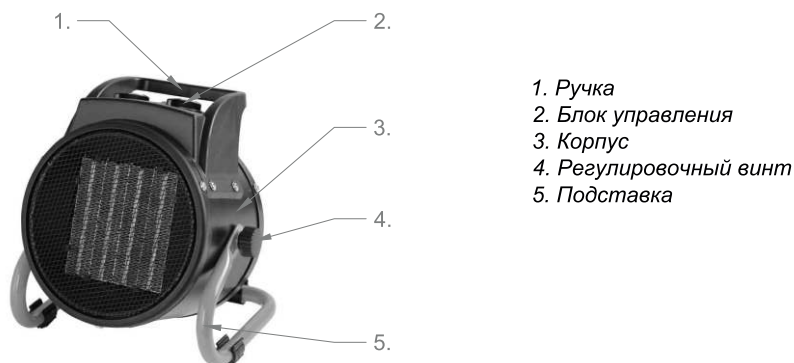

Рис.1. Тепловая пушка
5.1 Корпус (3) тепловой пушки (см. рис. 1) изготовлен из листовой стали, покрытой высококачественным полимерным покрытием. Корпус установлен на подставке (5). Внутри корпуса расположены осевой вентилятор и высокоэффективный металлокерамический электронагреватель.
Вентилятор втягивает воздух через отверстия в задней стенке корпуса, воздушный поток, проходя через электронагреватель, нагревается и подается в помещение через отверстия в передней стенке корпуса. Органы управления (рис. 2) - переключатель режимов (3) и терморегулятор (2) - расположены в верхней части корпуса. Пластмассовая ручка (1) (рис. 1) служит для переноски тепловой пушки. Подключение к электросети осуществляется с помощью шнура питания с сетевой вилкой.